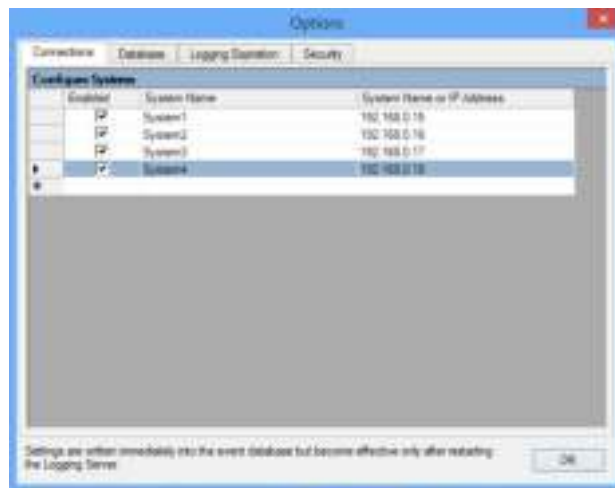

рисунок 58.9: Удалить систему (1)
- Нажмите на поле перед рядом, который содержит система. Например, *System 4* (см. рисунок 58.9).